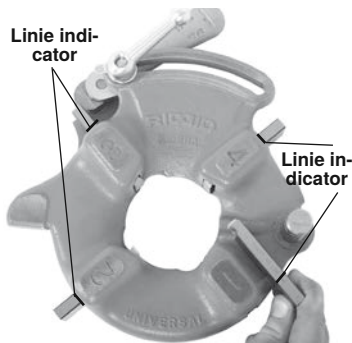

Figura 11 – Inserare cuțite-filieră
4. Ridicați limba șaibe în afara fantei barei de gabarit. Deplasați șaiba la capătul fantei (Figura 11).
6. Insetați cuțite-filieră potrivite în capul-filieră, cu marginea cu cifre în sus, până când linia indicatorului este aliniată cu marginea capului-filieră (vezi Figura 11). Numerele de pe cuțitele-filieră trebuie să corespundă cu cele de pe fantele capului-filieră. Schimbați întotdeauna filierele în set – nu amestecați filierele din seturi diferite.